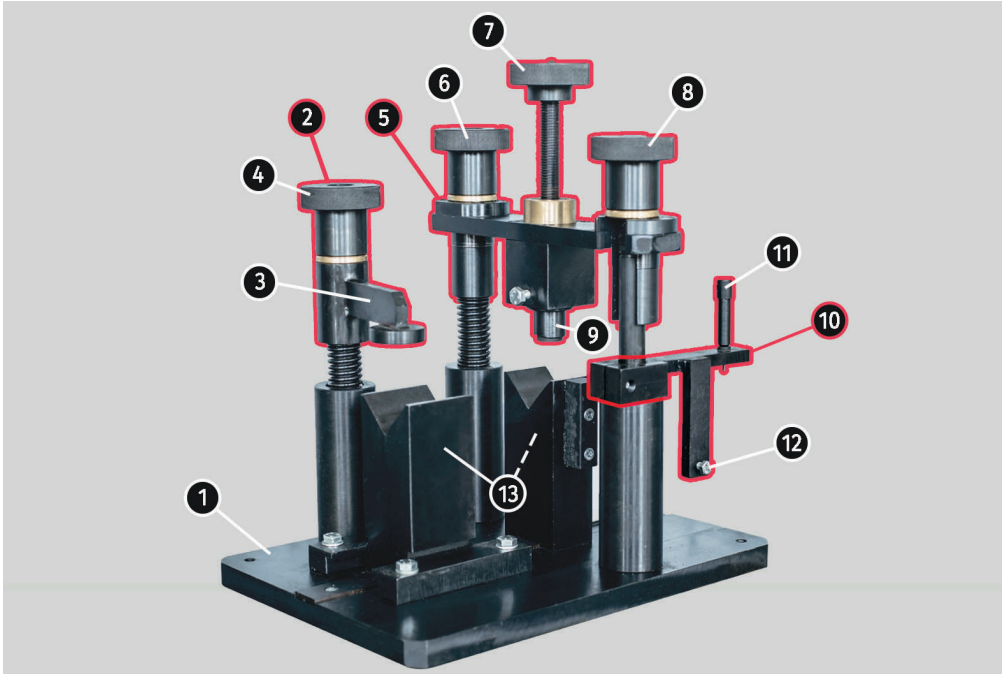
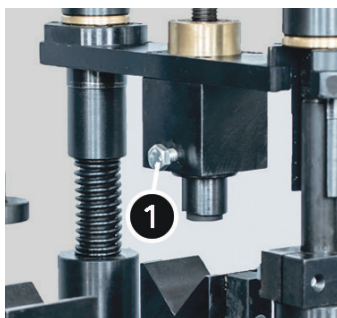

Figura 1.
Figura 3
- 1.1. Coloque el amortiguador sobre los soportes (pos. 13 en la figura 1) y fíjelo al dispositivo mediante el mecanismo de sujeción (pos. 2 en la figura 1).
- 1.2. Coloque el marcador (pos. 11, figura 1) en la superficie cilíndrica de la carcasa lo más cerca posible del fondo del amortiguador y, utilizando un martillo, realice un punteado.
- 2.1. Coloque el amortiguador sobre los soportes (pos. 13 en la figura 1) y fíjelo al dispositivo mediante el mecanismo de sujeción (pos. 2 en la figura 1).
- 2.3. Instale el pasador metálico 95-099B del equipo de suministro en la boquilla 9 (figura 1) del módulo de llenado. El pasador se fija en la boquilla con un imán.
- 2.4. Desenrosque el tornillo de prensado 7 (figura 1) hasta que el pasador entre completamente en la boquilla de llenado.
- 2.5. Coloque la boquilla de llenado sobre el orificio con el tapón de plástico. Luego, utilizando las tuercas de fijación 6 y 8 (figura 1), presione la boquilla contra el tapón.
- 2.9. Desenrosque el tornillo de prensado 7 (figura 1), afloje las tuercas de fijación 6 y 8 (figura 1) y retire el mecanismo de llenado.
3. Si es necesario reemplazar los elementos de sellado de la boquilla de llenado 9 (figura 1), debe extraerse de la carcasa del mecanismo de llenado. Antes de extraer la boquilla, debe desenroscarse el seguro (pos. 1, figura 3).